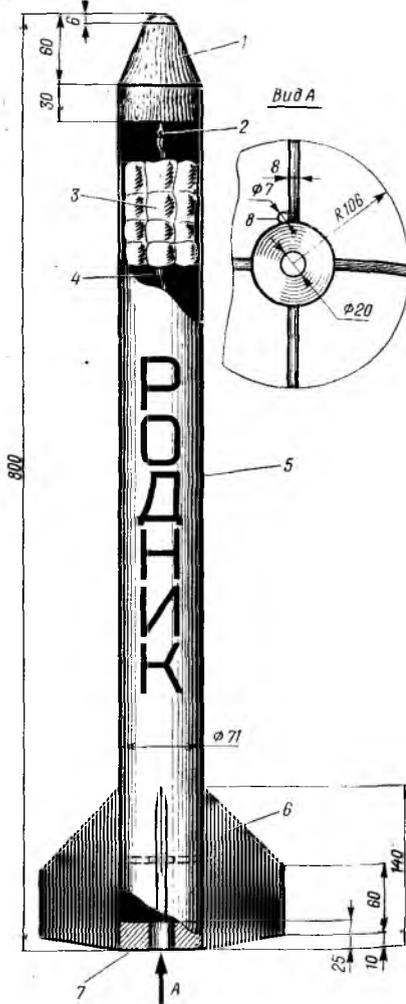

Рис. 60. Модель ракеты «Родник»:
**Модель ракеты «Родник»** (рис. 60) разработана в пионерском лагере с таким же названием для сброса вымпелов и листовок на праздниках.